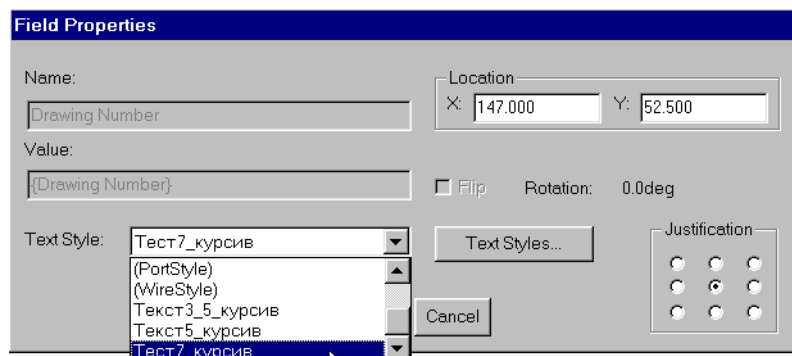

Рис. 4-16. Изменение стиля текста для поля
4) На панели **Field Properties** (рис. 4-16) в окне со списком *Text Style* выберите стиль текста *Текст7\_курсив* с высотой букв 7 мм